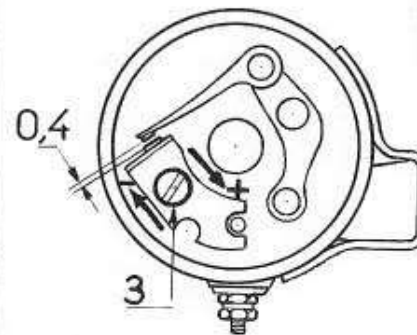

Fig. 17
710 - REGLAGE de L'ECARTEMENT des CONTACTS (Fig. 17 et 18)
- **Cas Ducellier :** Réglage et blocage par la vis (3) (Fig. 17).